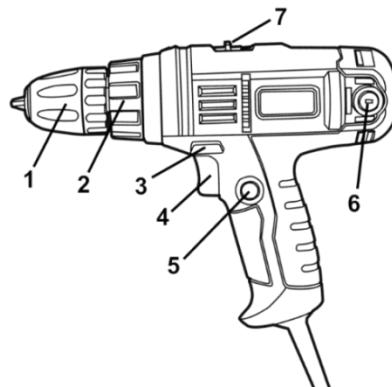

Рисунок 1
4.1 Встановіть необхідний крутний момент за допомогою кільця регулятора моменту затягування (2) (див. рисунок 1).
4.3 Для вимикання виробу натисніть на курок вимикача (4) (рисунок 1). Для відключення виробу слід курок відпустити. Регулювання швидкості обертання патрона здійснюється ступенем натискання на клавішу вимикача.